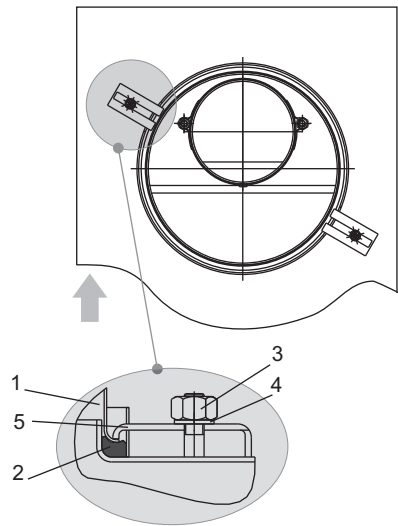

Рис. 4. Схема крепления воздуховода
6.3.8. Установить изделие проушинами (п. 4) на шпильки крепления (п. 6, рис. 2), соединив при этом патрубок дымохода с фиксированным патрубком газохода наружного. Патрубок воздуховода (п. 1, рис. 2) разместить в кольцевом пазе изделия на прокладку (базальтовый шнур). **Вывести вертикально изделие и закрепить его гайками (п. 9), обеспечивая при этом плотный и герметичный прижим изделия к воздуховоду.** Установить прижимы и закрепить ими воздуховод в пазе изделия (рис. 4).